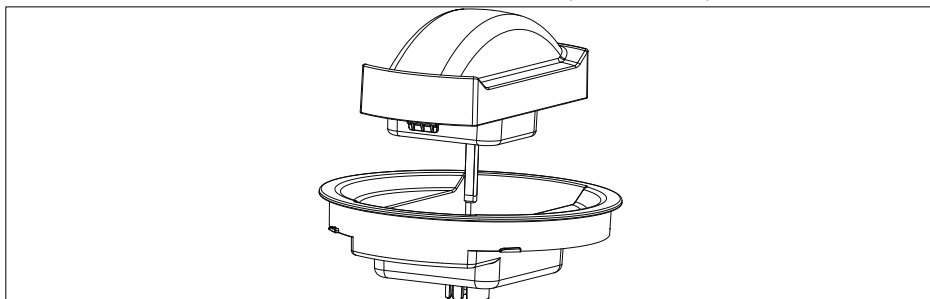

Abb. 5
- ▶ Montieren Sie den Motorblock auf dem Deckel (siehe Abb. 5).